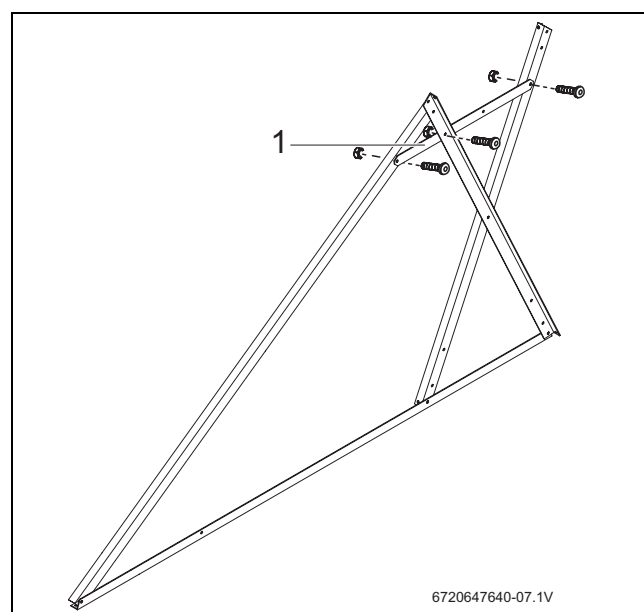

Fig. 12 Monter la baguette transversale
- Visser la barre transversale (→ fig. 12, [1]) avec les deux rails de support-ballon et le rail de support-captur.